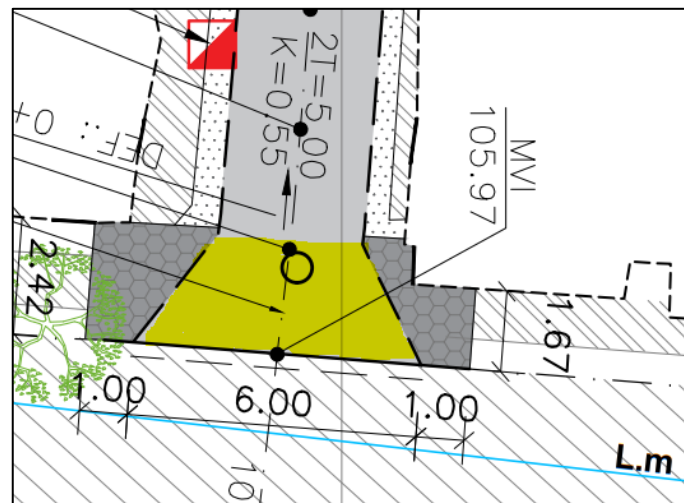

Figura 4.
39. Considerar vereda de refuerzo en toda el área indicada. Esto para ambos encuentros. (ver figura 4).